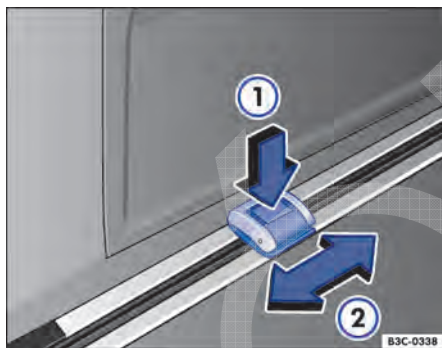

Fig. 118 No compartimento de bagagem: ajustar e desinstalar os olhalis de amarração.
- Pressionar o botão do olhal de amarração ⇒ Fig. 118 ①.
- Deslocar o olhal para a posição desejada ②.